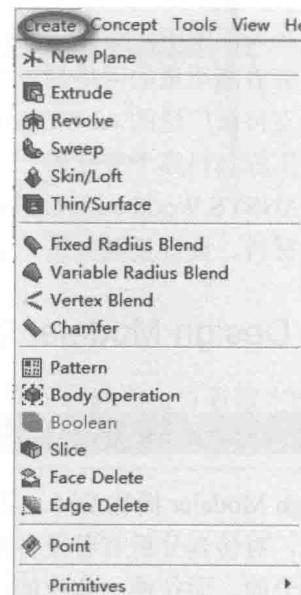

图 1-6 Create 子菜单
(2) Create: 用于创建 3D 模型与修改操作工具，如布尔运算、倒角等，如图 1-6 所示。